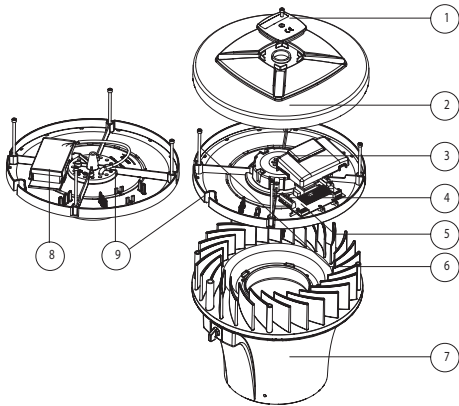

fig. 4
- 1 Draai de inbusbout M5 (fig. 4 pos.1) los en neem de luchtkap en het deksel van de ventilator af.
- 2 Plaats de deksel en de luchtkap en draai de inbusbout M5 (fig. 4 pos.1) weer vast.